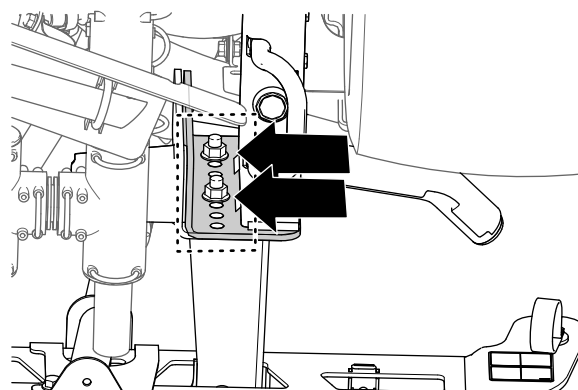

Figura 44
3. Utilize um pedaço de fita para marcar os orifícios onde os 4 parafusos de cabeça flangeada (1/2 x 1-1/4 pol.) e as 4 porcas de bloqueio flangeadas (1/2 pol.) prendem os suportes para a secção de pulverização central à placa de montagem da máquina (Figura 44).